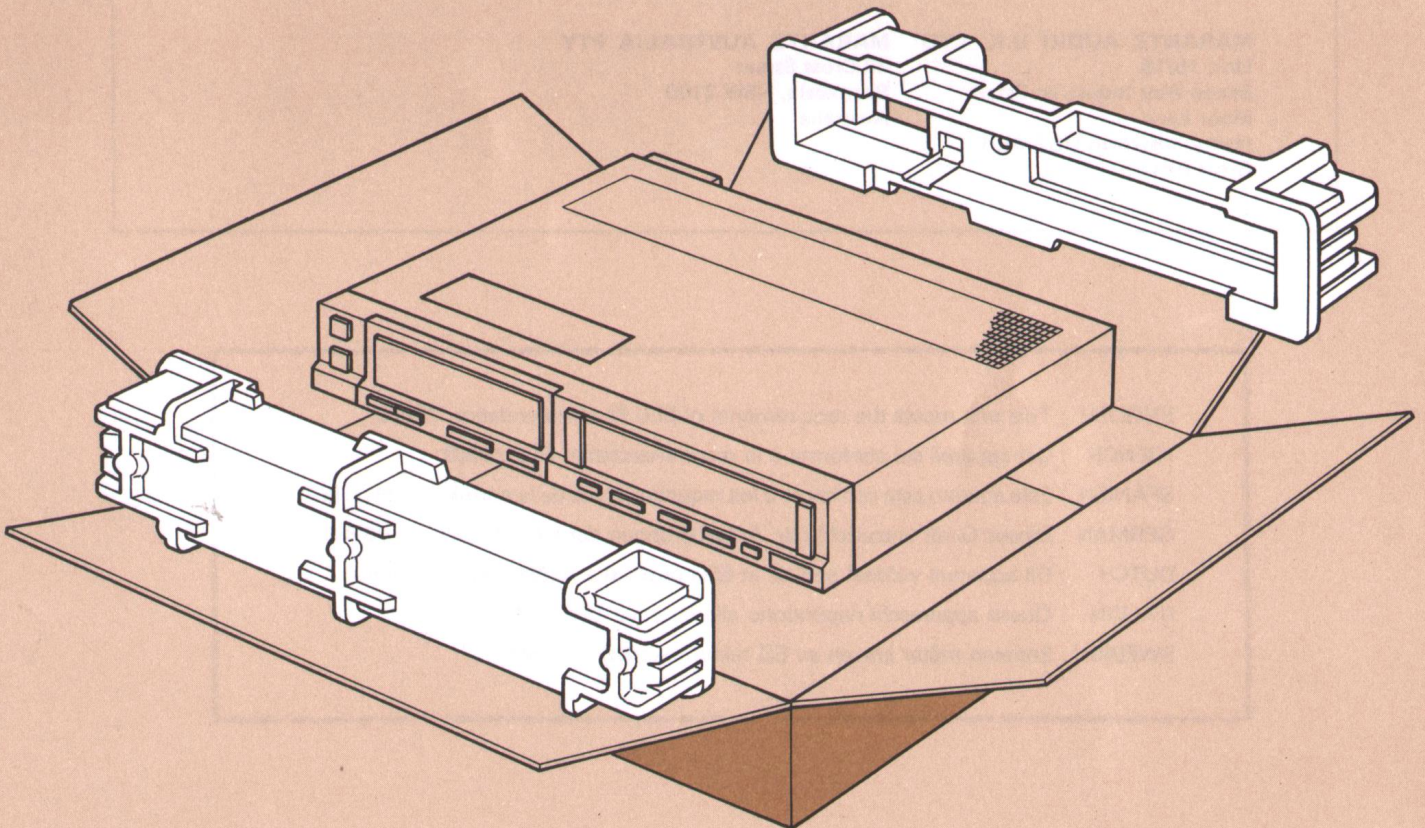

Figure 3.
- a) Emballera enheten noga. Använd originalemballaget som visas i fig 3.